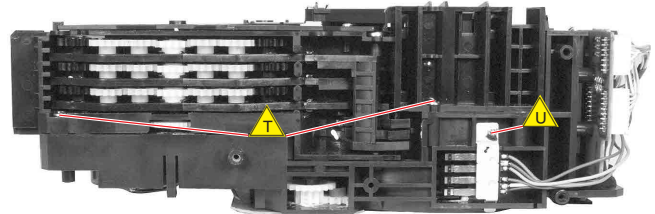

Fig. 15
- CAM-Schalter abschrauben (Schraube  $\Delta_U$  Fig. 15).
- Unscrew the cam switch (screw  $\Delta_U$  Fig. 15).